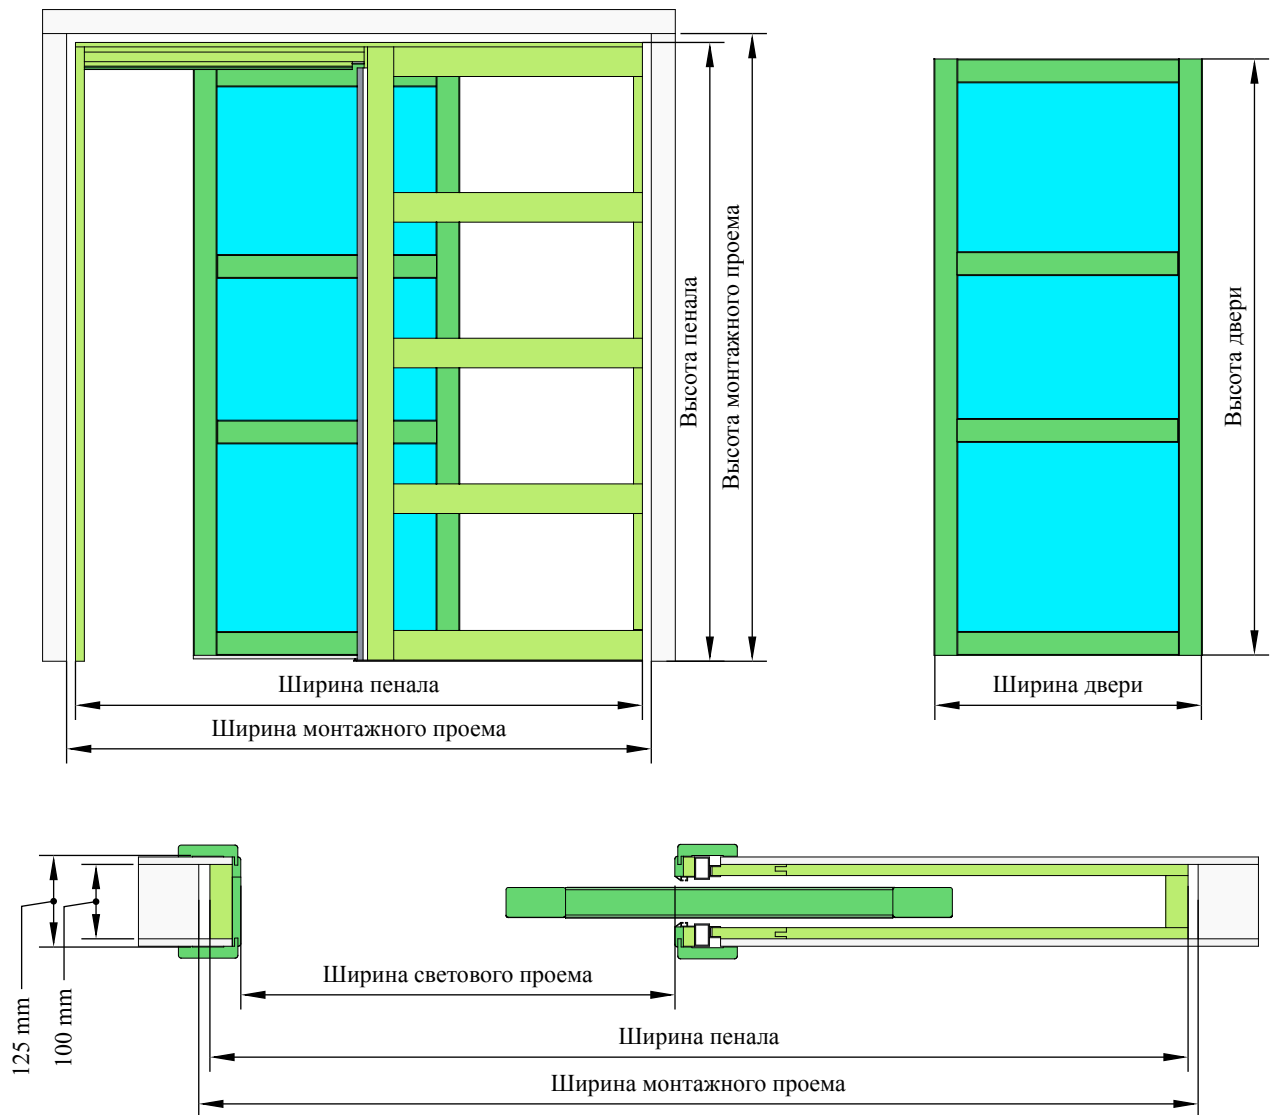

Рисунок 2
- Прежде чем начать монтаж, внимательно проверьте качество деталей, комплектность и соответствие размеров деталей пенала и проёма (Таб.1, 2, Рис.2).
Подготовка проёма для монтажа пенала (Таб. 1, 2, Рис.2)